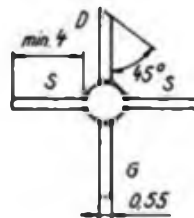

Bild 3: Maßbild und Anschlußbelegung für CFY 19
- CFY 19 (Bild 3): CEREC-Gehäuse, bei diesem Typ 1 μm Gate-Length, etwa 29 DM